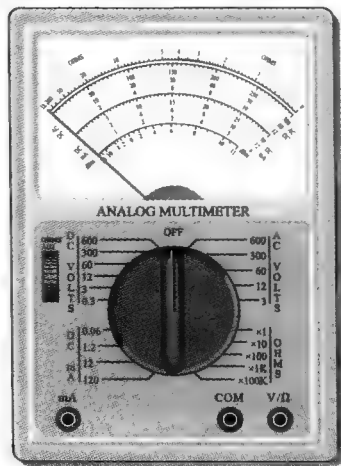
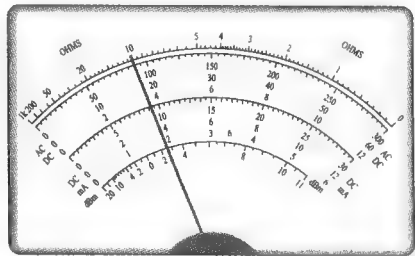

图 2-59 一款典型的模拟万用表
图 2-60 例 2-9 图
功能 典型的模拟式（指针式）万用表面板如图 2-59 所示。这种特殊的仪器可用于测量直流（dc）和交流（ac）及电阻值。它有四个可供选择的功能：DC VOLTS（直流电压）、DC mA（直流毫安电流）、AC VOLTS（交流电压）和 OHMS（电阻）。许多模拟万用表都与此类似，只是测量范围选择和刻度有所变化。
欧姆刻度 欧姆读数在表的最上一条刻度，这个刻度是非线性的，即每格（大或小）所表示的数值随刻度位置变化。注意，在图 2-59 中从右往左刻度越来越压缩。
小贴士 使用如图 2-59 所示的模拟万用表时，需要手动选择电压和电流量程，如果测量未知电压或电流，一个很好的实践做法是将万用表设置成最大量程，然后逐步减小量程，直到得到可以接受的读数为止。
【例 2-9】 在图 2-60 中，根据图 2-59 中万用表的开关设置，对于下列每一种开关，请确定所测物理量（电压、电流或电阻）及其数值。
- 图 2-59 所示的模拟万用表设置在 3V 量程
- 为测量 275V 直流电压,应如何设置图 2-59 所示的万用表?在哪个刻度读取电压?
- 如果希望用图 2-59 所示的万用表测量超过 20k Ω 的电阻,应在哪里设置开关?